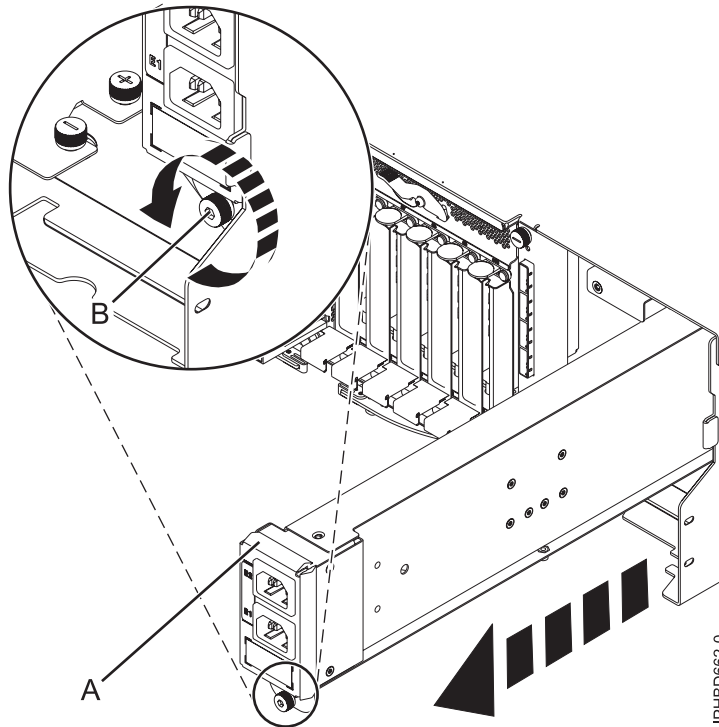

Figure 29. Retrait d'un répartiteur de puissance en entrée
8. Desserrez la vis moletée **(B)** située sur le répartiteur de puissance en entrée. Retirez ensuite le répartiteur de l'unité d'extension comme illustré à la figure 29, à la page 30.